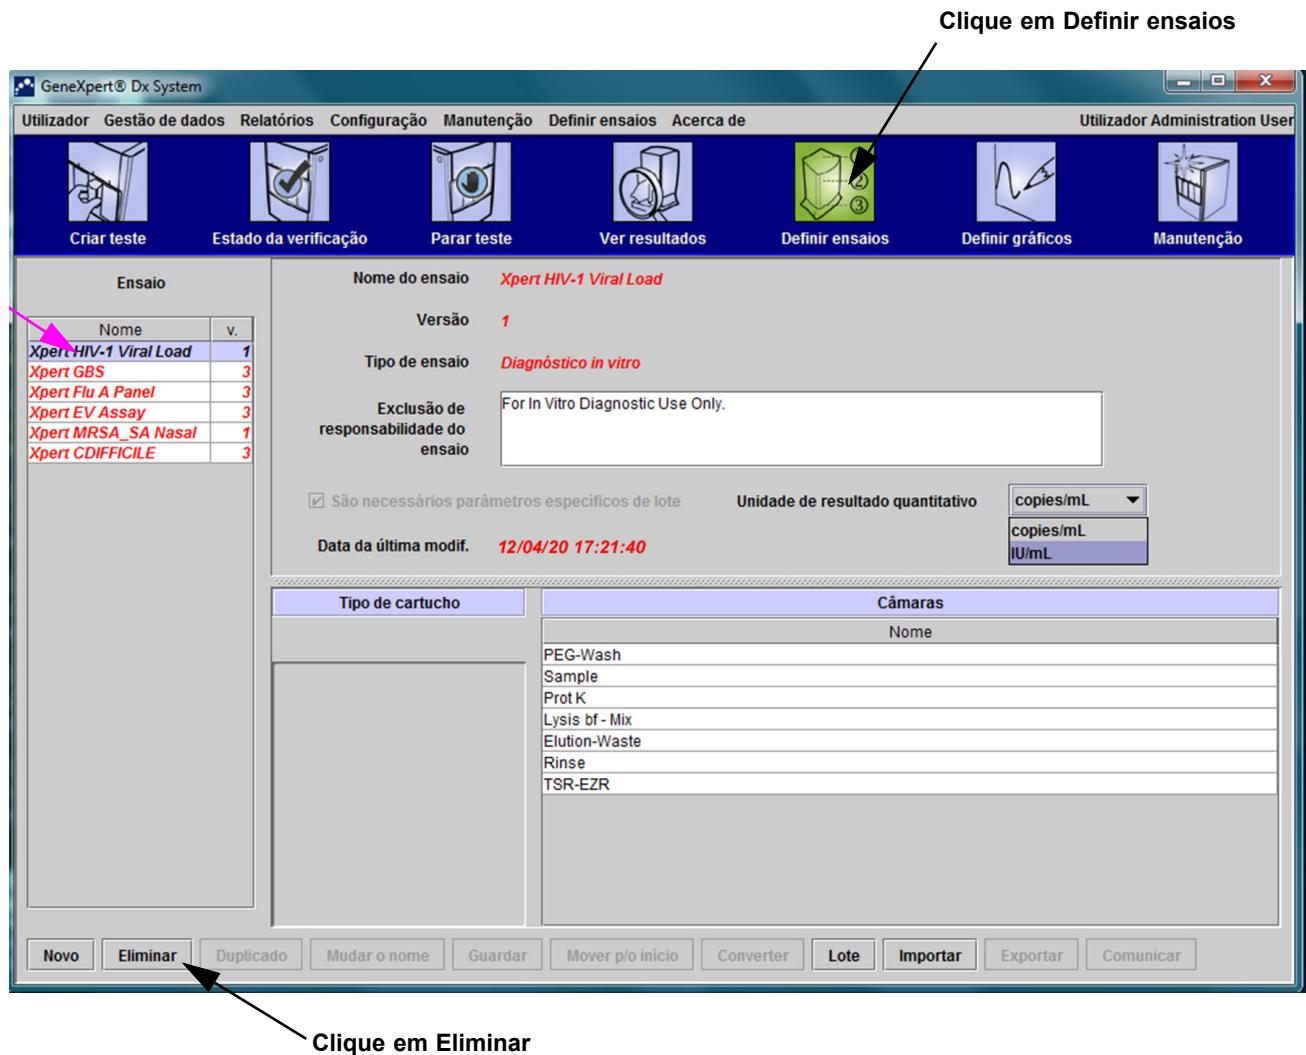

Figura 2-93. Sistema GeneXpert Dx – Janela Definir ensaios (vista de utilizador Administrador)
1. Na janela GeneXpert Dx System, clique em **Definir ensaios** na barra de menus. É apresentada a janela Definir ensaios. A figura 2-93 mostra a janela Definir ensaios do administrador do GeneXpert Dx System. A janela dos utilizadores Detalhe e Básico tem menos funções. Consulte a figura 2-91.
Depois de importar um ensaio quantitativo, é possível alterar a Unidade do resultado quantitativo. Consulte a figura 2-93.
1. Para eliminar um ficheiro de definições de ensaios, na janela Definir ensaios (consulte a figura 2-93), seleccione o nome do ensaio na lista Ensaio (no lado esquerdo da janela) e, em seguida, clique em **Eliminar**. É apresentada uma mensagem de confirmação.